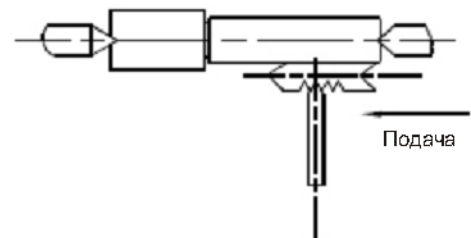

Рисунок 17
10.6 Нарезание резьбы (рисунок 17)